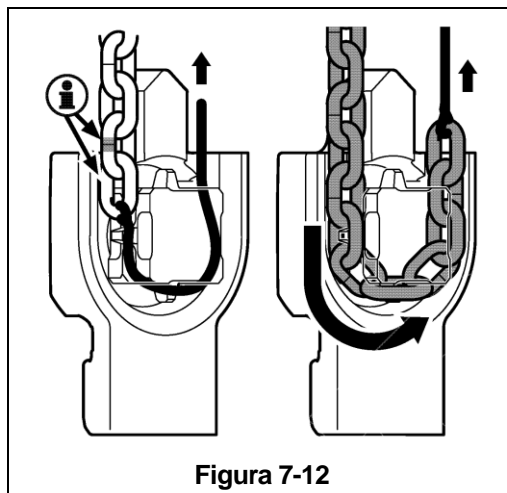

Figura 7-12
- 5) Para AL/W010 y AL050, tire la cadena por el gancho usando el cable (vea la **Figura 7-12**). Para los modelos de caída simple, ajuste correctamente el extremo de la cadena al gancho.